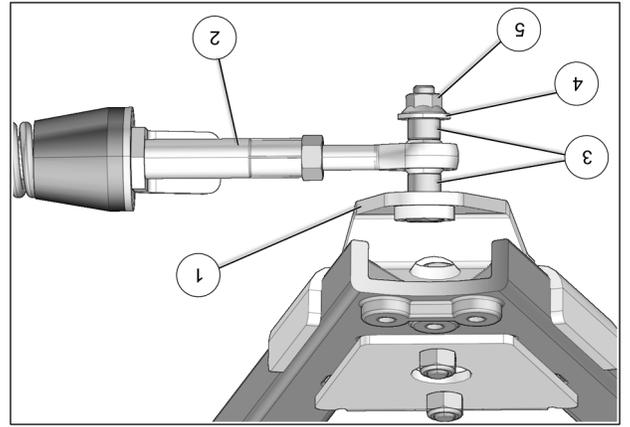

Fig. 25
12. Fixer le bras stabilisateur (2) à l'ancrage de suspension (1) à l'aide des deux espacateurs (3), de la rondelle (4) et de l'écrou autobloquant (5). Serrer à un couple de 70 N•m [52 lb•pi]. Voir la Fig. 25